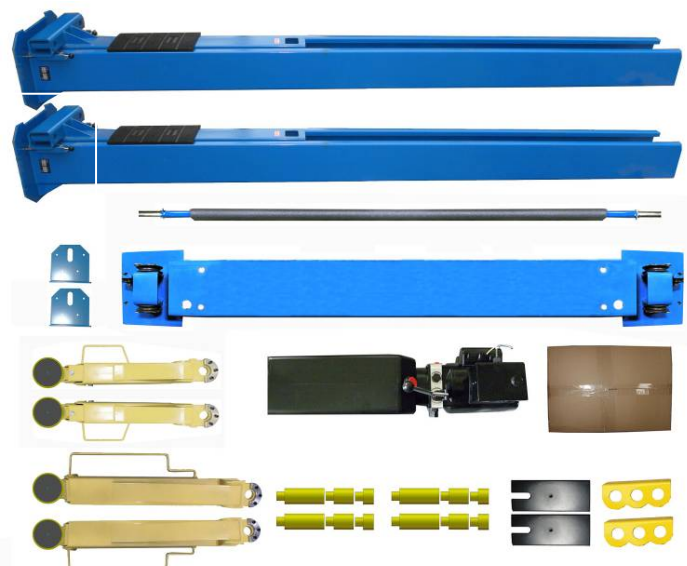

Рис. 12
3. Проверить комплектацию (Рис. 12,13,14).